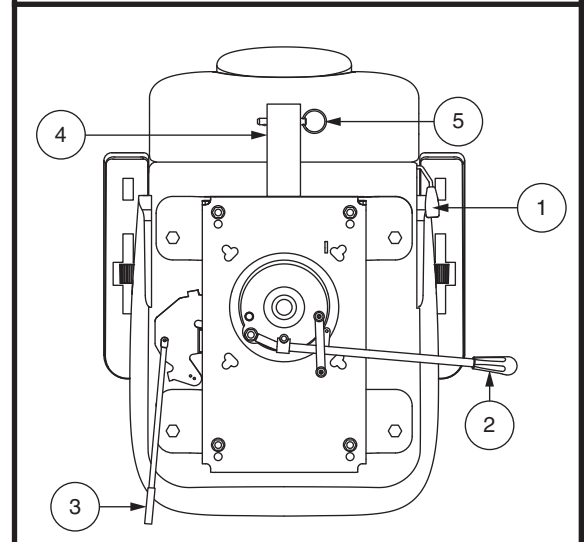

Abb. 19. Sitzeinstellungen
Um die verstellbare Rückenlehne einzustellen, befolgen Sie diese Schritte. **Siehe Abb. 19.**
1. Zum Entriegeln des Sitzes den Sitzverschluss je nach Sitztyp entweder nach oben ziehen oder nach vorne schieben. **Siehe Abb. 19.**
1. Drehen Sie den Hebel zur Verstellung der Sitzposition nach aussen. **Siehe Abb. 19.**
Der Armlehnenwinkel Ihres Fahrzeug kann nach oben oder nach unten verstellt werden durch das Drehen der Armlehnenwinkel Einstellung. **Siehe Abb. 19.** Drehen Sie das Einstell für die Armlehne nach links, um den Armlehnenwinkel zu verringern, oder nach rechts, um den Armlehnenwinkel zu erhöhen.
Die Zubehörhalterung am Heck ermöglicht es Ihnen, persönliche Zubehörkomponenten wie Korb, Gehhilfe oder Sauerstofftank hinter dem Fahrzeug anzubringen. Verwenden Sie den Sicherungsstift, um das Zubehörteil sicher an der Halterung zu befestigen. **Siehe Abb. 19.** Für weitere Informationen wenden Sie sich an Ihren Vertragshändler.